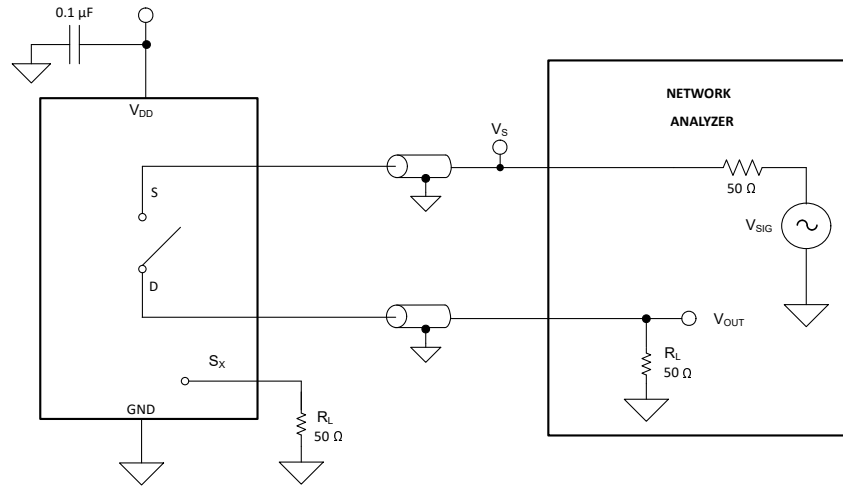

図 6-9. オフ絶縁測定時の設定
オフ絶縁は、オフチャンネルのソース ピン (Sx) に信号が印加された場合に、そのデバイスのドレイン ピン (D) に現れる信号の比率として定義されます。図 6-9 に、測定を行う際の設定と、絶縁を計算するための式を示します。